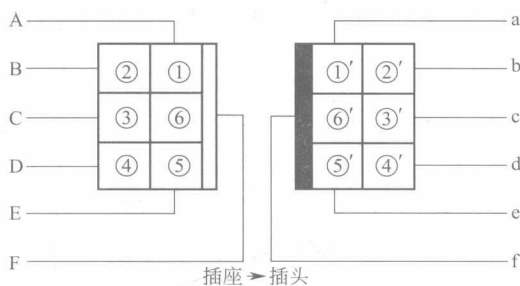

图 1-4 插接器的连接方法
插接器连接后，其导线的连接关系如图 1-4 所示。例如 A 线的插孔①与 a 线的插头①'是相配合的，其余以此类推。